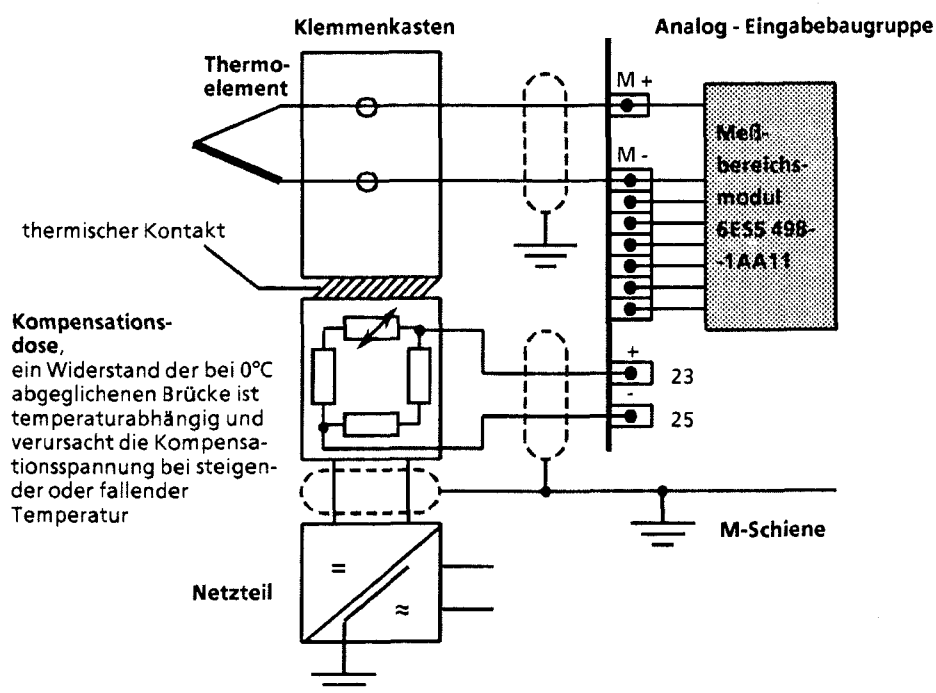

Bild 10.5 Anschluß von Thermoelementen
- Kompensationsspannung an die Stifte 23 und 25 (KOMP + und KOMP-) der Analog-Eingabebaugruppe anlegen (Bild 10.5)